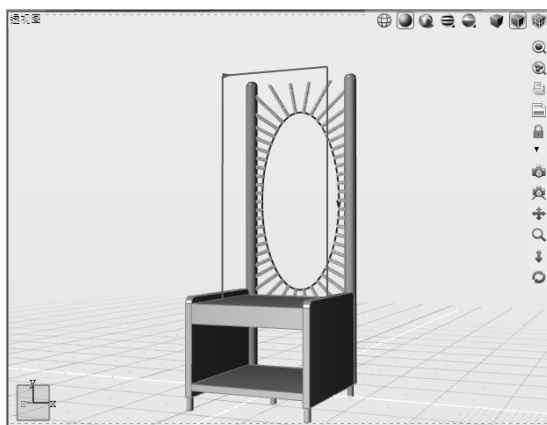

图 5-38 “保留内部”修剪结果
4) 保持修剪对象处于选中状态, 将修剪类型调整为“保留内部”, 结果如图 5-38 所示。